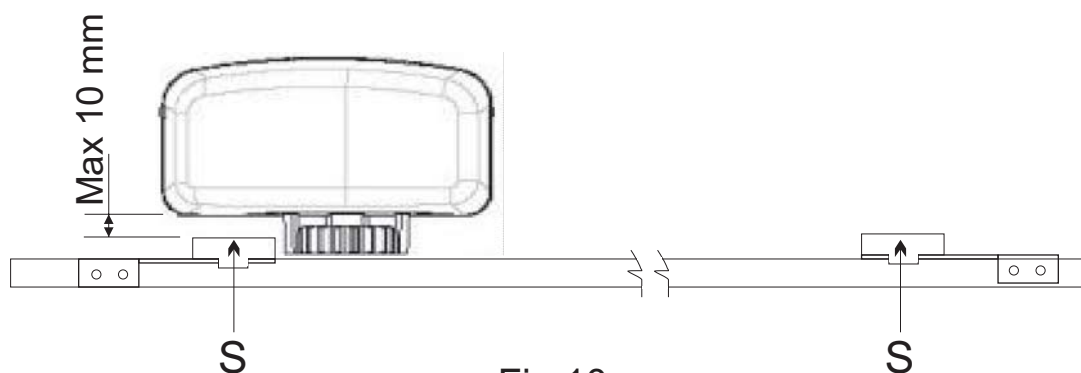

Fig.10
Colocar os soportes de fins de curso para que o ponto indicado (S) na fig.10 fique ao centro do pinhão.